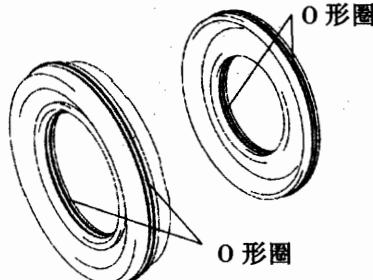

图 12-1-70
(1) 安装4号制动活塞。如图12-1-70所示，在两个O形圈上涂抹ATF，然后将其安装到制动器的冲套筒上。将ATF涂到两个新O形圈上，然后将其安装到4号制动活塞上。将4号制动活塞安装到反冲套筒上。